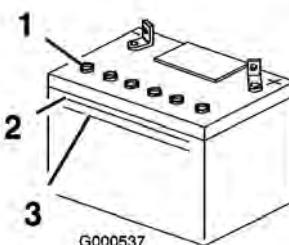

Figura 41
- Mire hacia el lateral de la batería. El electrolito debe llegar a la línea **superior** (Figura 41). No permita que el electrolito esté por debajo de la línea inferior (Figura 41).
3. Retire los tapones de ventilación de la batería (Figura 41).
4. Vierta lentamente agua destilada en cada célula de la batería hasta que el nivel de electrolito llegue a la línea superior (Figura 41) de la caja de la batería.
5. Espere de cinco a diez minutos después de llenar las células de la batería. Añada agua destilada, si es necesario, hasta que el nivel de electrolito llegue a la línea superior (Figura 41) de la caja de la batería.